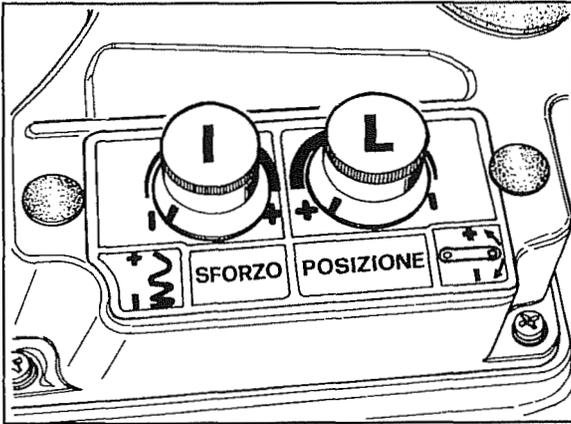

Fig. 51
- b. Indépendamment des décalcomanies des fig.51 et 52, tourner les deux rhéostats **I-L** en fin de course dans le sens inverse aux aiguilles d'une montre..